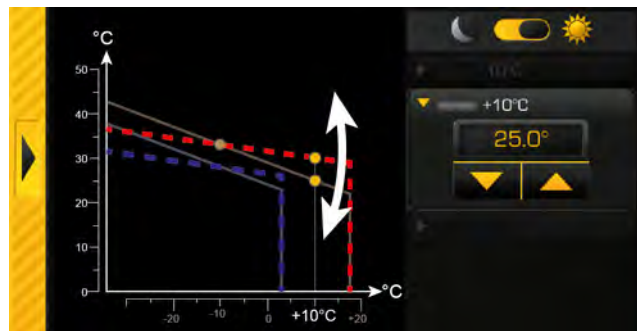

Fig. 6-51: Ajustar a curva de aquecimento (com temperaturas externas acima do ponto de congelamento)
- Se os ambientes no modo de aquecimento (dentro dos tempos de aquecimento ajustados) estiverem permanentemente frios demais, então a curva de aquecimento precisa ser adaptada. Ver capítulo Fig. 6-51: "Ajustar a curva de aquecimento \(com temperaturas externas acima do ponto de congelamento\)".